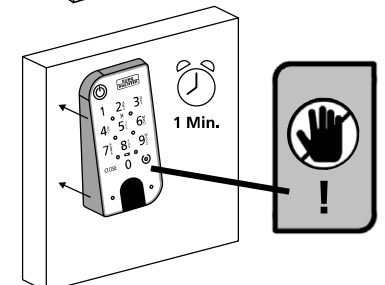

Abb. 9
- 4 Drücken Sie die Tastatur etwa eine Minute gegen die Wand (Abb. 9).